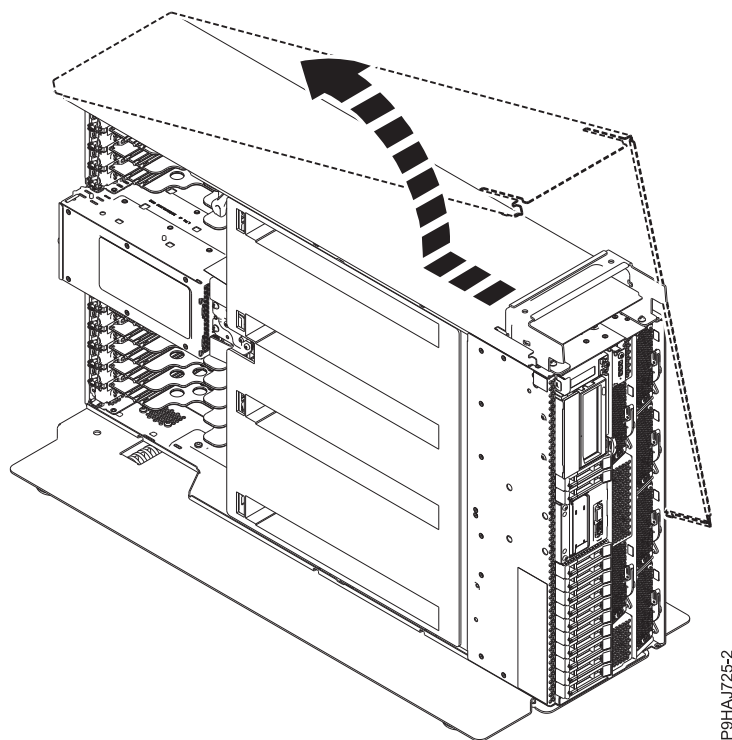

Figure 15. Retrait du capot latéral
6. Séparez le capot latéral du système en le faisant coulisser dans la direction indiquée dans la figure 15.